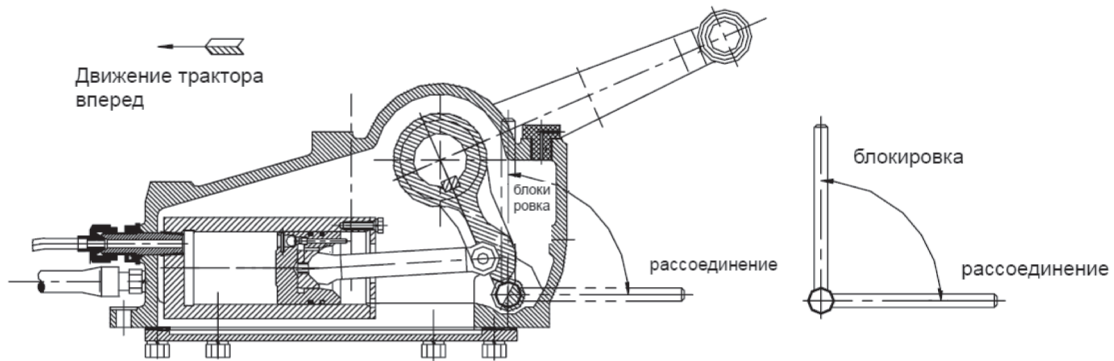

Рис. 2.10. Рычаг блокировки сцепного устройства.
2.3.7. Рычаг блокировки сцепного устройства (рис. 2.10.)